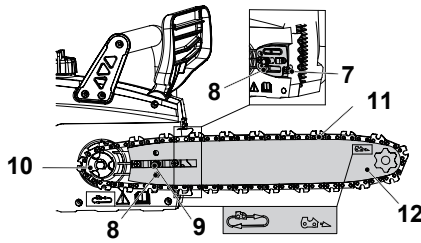

Fig. 3
4. Alinee el conjunto de la cadena de la sierra (11) y la barra guía (12) con el piñón de accionamiento (10) y el perno de montaje (9). Coloque la cadena de la sierra (11) alrededor del piñón de accionamiento (10) y luego baje la barra guía (12) para instalarla en el perno de montaje (9) (Fig. 3).
5. Asegúrese de que el pasador de tensión (8) esté insertado en el agujero inferior de la barra guía (12). Atornille el tornillo de tensión (7) para ajustar el pasador de tensión (8) hasta el final de la ranura con un destornillador adecuado.